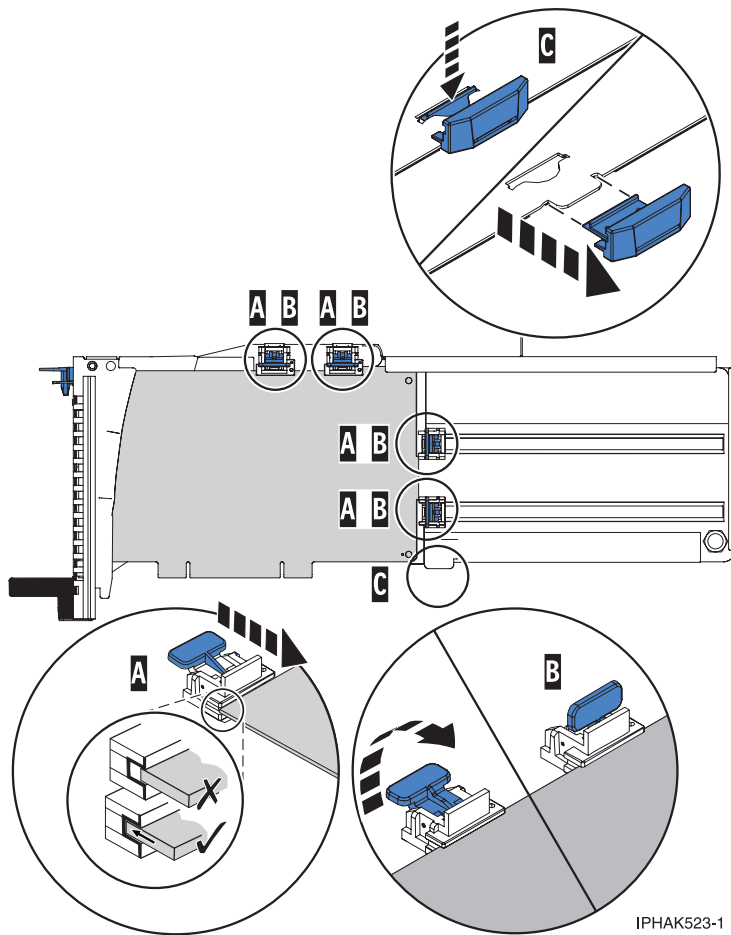

Abbildung 89. Adapter mit mittlerer Länge in PCI-Adapterkassette, Halterungen an korrekter Position
- Bauen Sie den Adapterstabilisator (**C**) aus. Siehe Abb. 89 auf Seite 98.